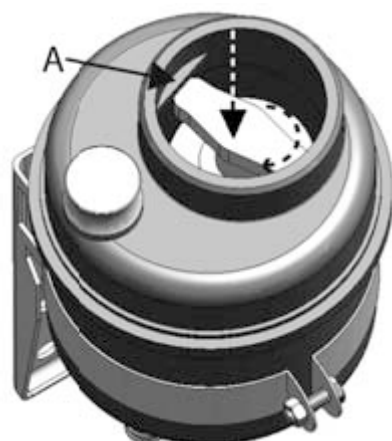

Figura 78. Sostituzione filtro olio
4. Spingere la fascetta facendola ruotare finché non vada nell'alloggiamento del serbatoio (figura 78, punto A).